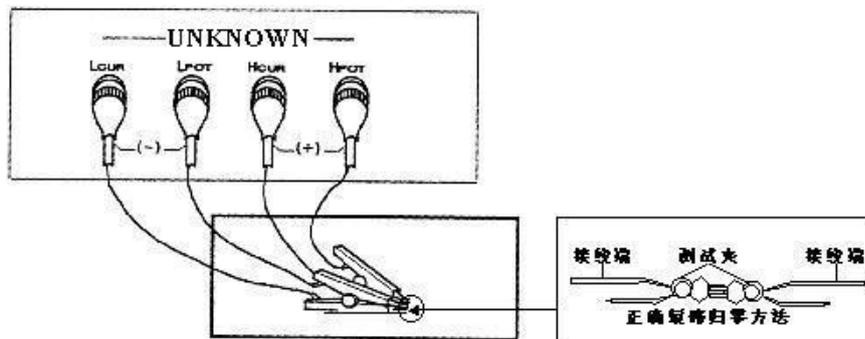

图 5-6 短路连接
(3) 短路：
- 使用短路治具或将测线做如图 5-6 连接。注意连接处为 LPOT 与 HPOT 连接，HCUR 与 LCUR 连接后，再 POT 与 CUR 连接。